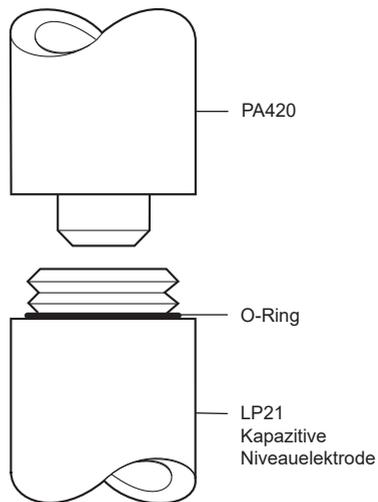

Abb. 2
- Im Lieferumfang der LP21 und des PA420 ist ein O-Ring enthalten. Sicherstellen, dass nur ein O-Ring zwischen der Elektrode und dem Vorverstärker PA420 montiert ist (siehe Abb. 2).